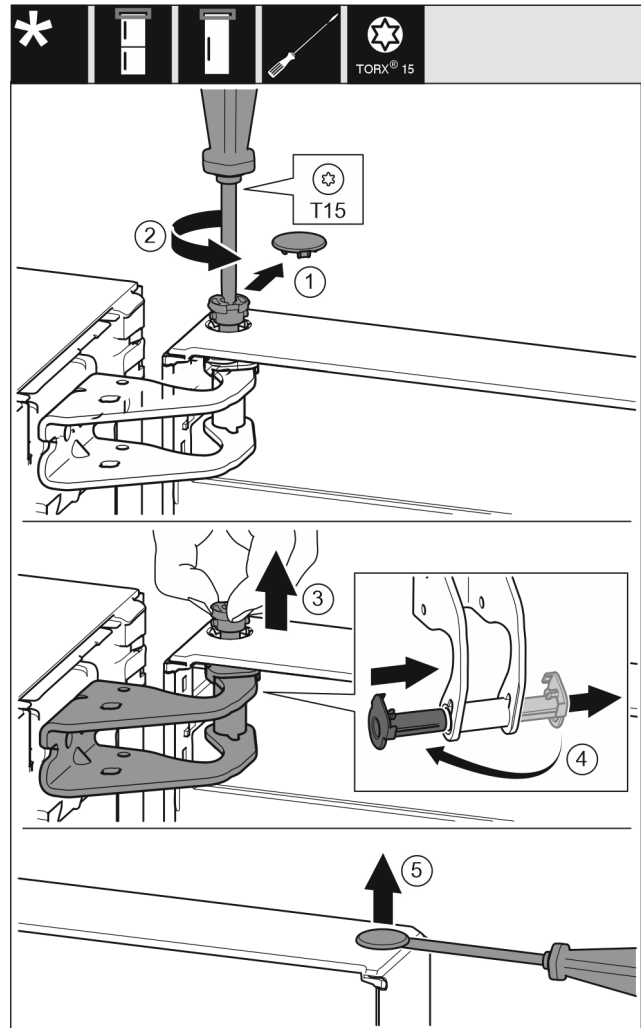

Fig. 12
- ▶ Sicherheitsabdeckung vorsichtig abziehen. Fig. 12 (1)
- ▶ Bolzen mit Schraubendreher T15 ein Stück herausdrehen. Fig. 12 (2)
- ▶ Tür festhalten und Bolzen mit den Fingern herausziehen. Fig. 12 (3)
- ▶ Lagerbuchse aus Führung ziehen. Von der anderen Seite einsetzen und einrasten. Fig. 12 (4)
- ▶ Stopfen aus der Tür Lagerbuchse vorsichtig mit einem Schlitzschraubendreher anheben und herausziehen. Fig. 12 (5)